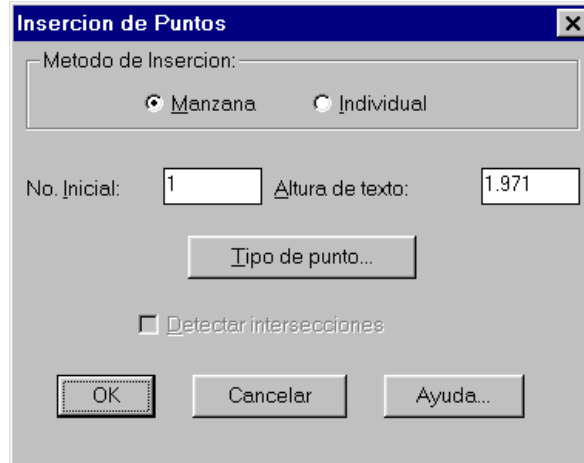

Fig. 12: Caja de diálogo para insertar puntos.
4. Escoja la opción “Indicar puntos” del menú. Acepte los valores por defecto de la caja de diálogo (método de inserción, número inicial y altura de texto. Presione OK. Al desaparecer la caja de diálogo acepte el valor de rotación de texto presionando la tecla de retorno e indique el número de manzana 10 (fig. 12).